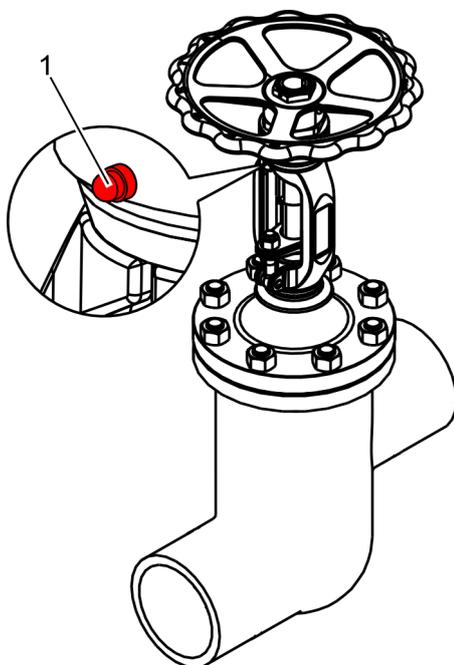

Fig. 25: Válvula con boquilla de lubricación
- Lubrique la rosca del husillo y los cojinetes a través de la boquilla de lubricación (Fig. 25/1).